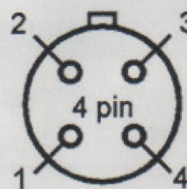

Figure 4
La figure 4 représente le socle de la 845 vu de dessous avec ses quatre connexions, en fonction du détrompeur situé entre les cosses (2) et (3).